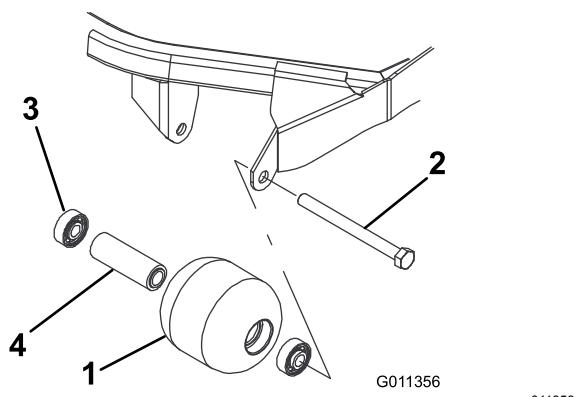

Figura 63
1. Retire o parafuso de montagem do rolo (Figura 63).
estão danificados (Figura 63). Substitua os componentes danificados e volte a montá-los.
1. Introduza o primeiro rolamento na estrutura do rolo (Figura 63). Empurre só a calha externa ou, então, exerça o mesmo tipo de pressão nas calhas interna e externa.
2. Coloque o espaçador (Figura 63)
3. Introduza o segundo rolamento na estrutura do rolo (Figura 63). Exerça o mesmo tipo de pressão nas calhas interna e externa até a calha interna entrar em contacto com o espaçador.